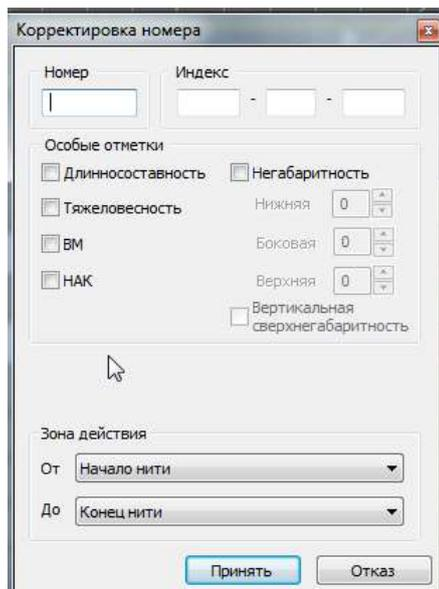

Рис.63. «Окно» корректировка номера.
3. В появившееся «окно» «Корректировка номера» (см. рис.63) ввести с клавиатуры номер, индекс поезда, при необходимости установить опции: длинносоставность, тяжеловесность, ВМ, негабаритность.